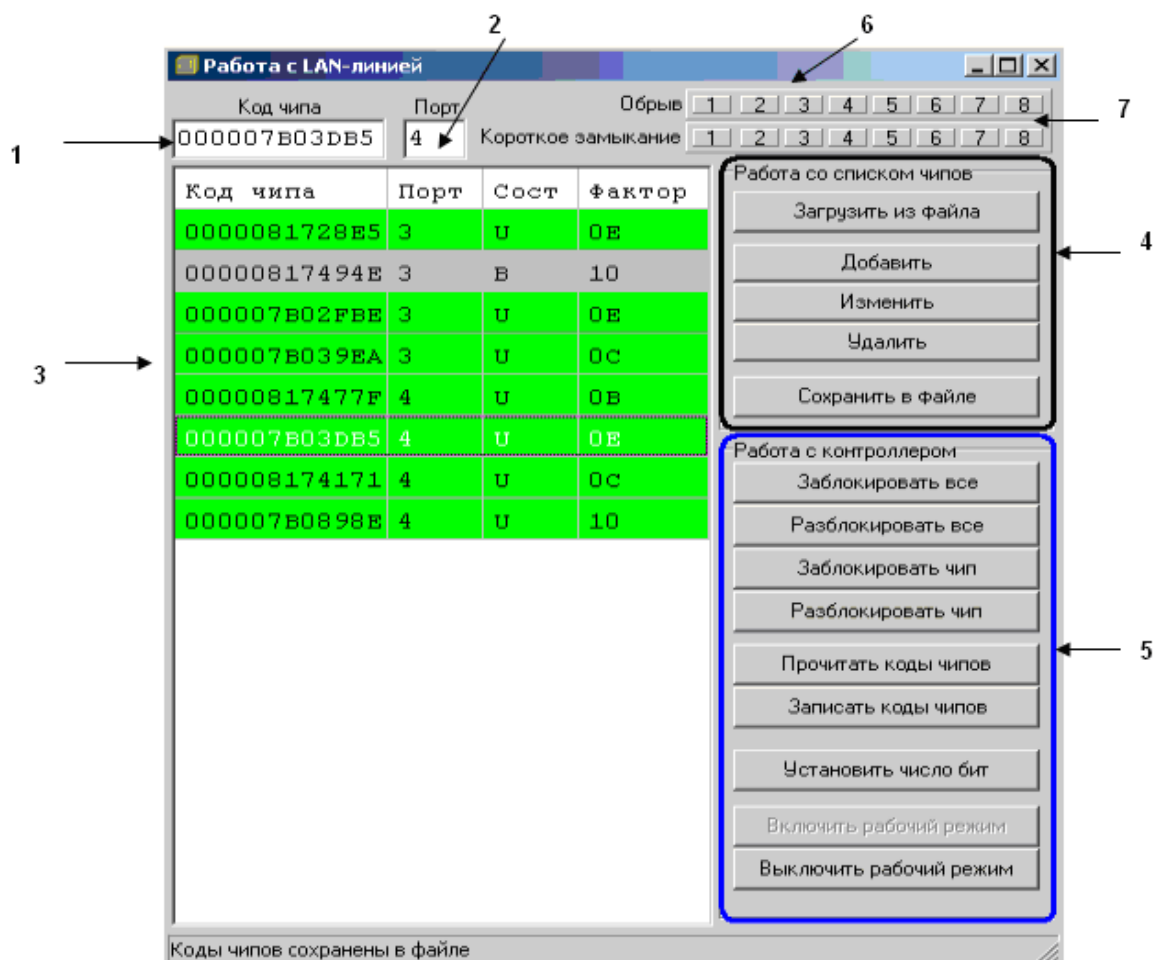

Рис. 10
На экране появится окно под названием "Работа с LAN-линией" (см. Рис. 10):
- Состояние. Состояние чипов: U – чип на охране, B – чип снят с охраны, A – чип сработал (см. Рис. 10).